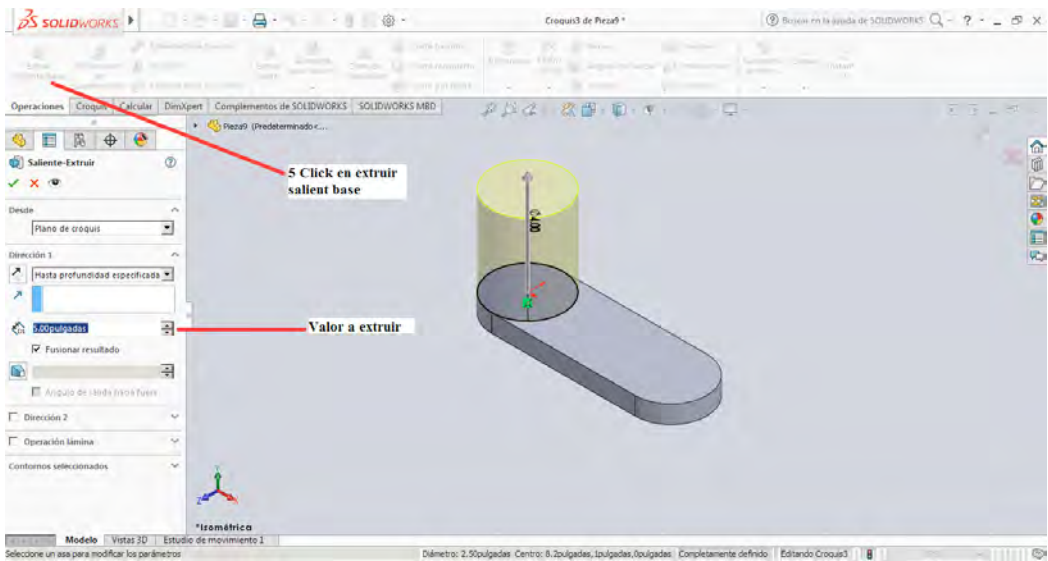

Figura 3-37
5. A partir de los croquis obtenidos sobre la cara superior se procede a seleccionar la pestaña operaciones y realizar click sobre la herramienta **Extruir Saliente Base** para este caso se selecciona el círculo creado y se realiza una extrusión por un valor de 5 Pulgadas, en la figura 3-37 se muestra el resultado del procedimiento.